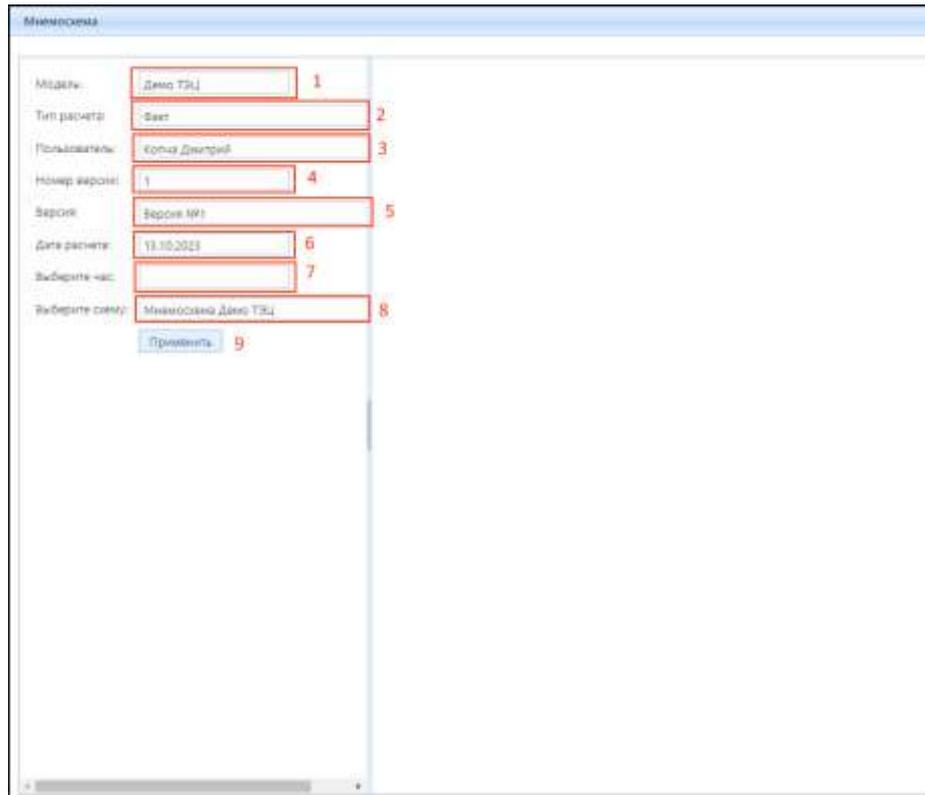
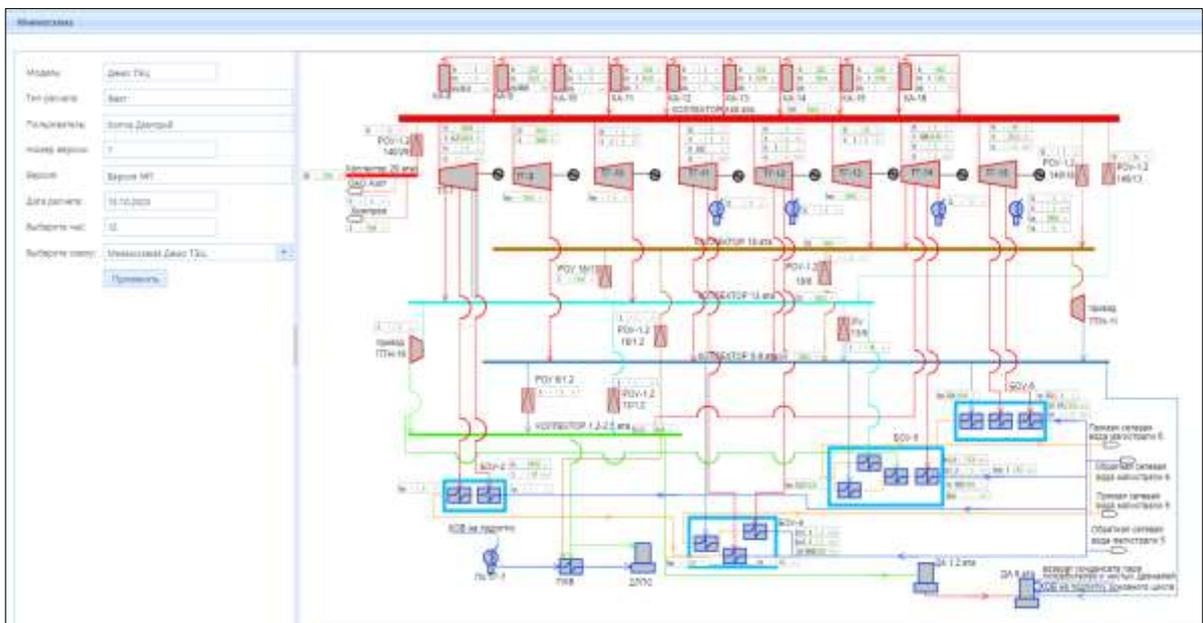

Рисунок 3.5.8 – Интерфейс окна «Мнемосхемы» с набором данных
Рисунок 3.5.9 – Пример мнемосхемы, отображающей топологию энергообъекта с набором технологических параметров.
3. После нажатия на кнопку «Мнемосхемы» появится окно с набором данных для отображения мнемосхемы (рис. 3.5.8).
Внешний вид окна включает набор с данными (рис. 3.5.8):
Для блока (6) «Дата расчета» (рис. 3.5.8) задается час расчетных суток для визуализации расчетных показателей, а для блока (7) «Выберите час» (рис. 3.5.8) есть возможность выбора одной из созданных схем применимых к конкретной станции и модели. После выбора часа и схемы, необходимо нажать кнопку (9) «Применить» (рис. 3.5.8), после чего в рабочем окне появится мнемосхема (рис. 3.5.9).